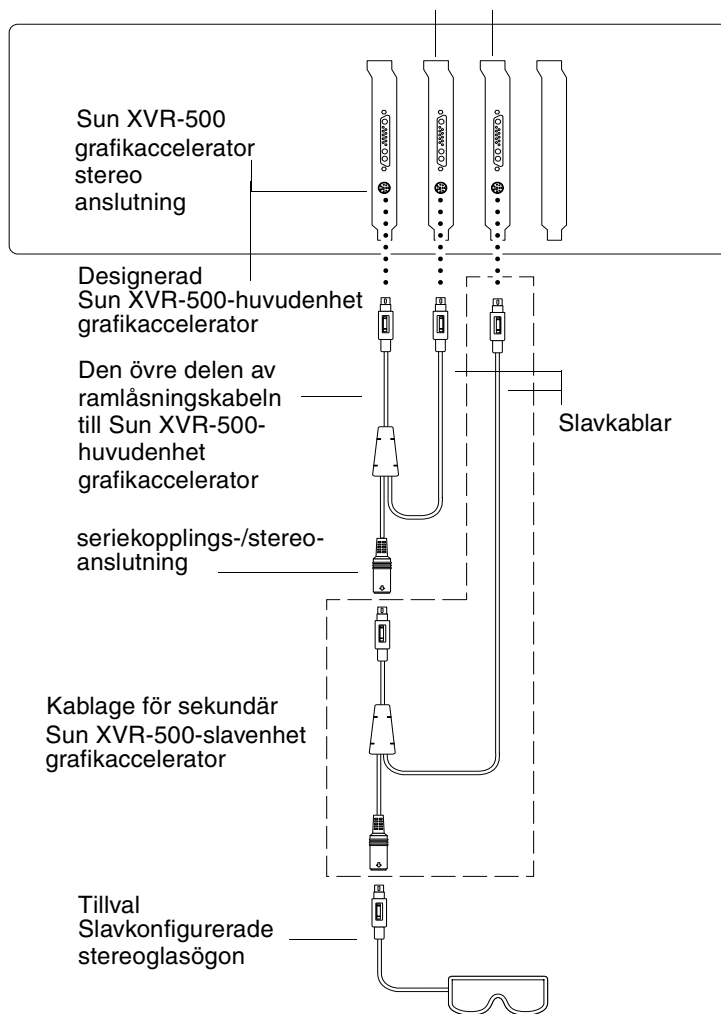

BILD 4-3 Grafikacceleratorn Sun XVR-500 och ramlåsningkabel
3. Anslut ytterligare ett slavkonfigurerat Sun XVR-500-kort (om det finns fler) eller ett par stereoglasögon till seriekopplings-/stereoanslutningen (BILD 4-3).